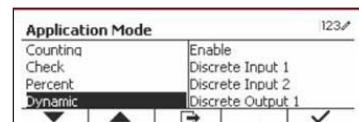

Figure 86
- Dans le menu du mode d'application, accédez au sous-menu Dynamique. (Voir Figure 86)